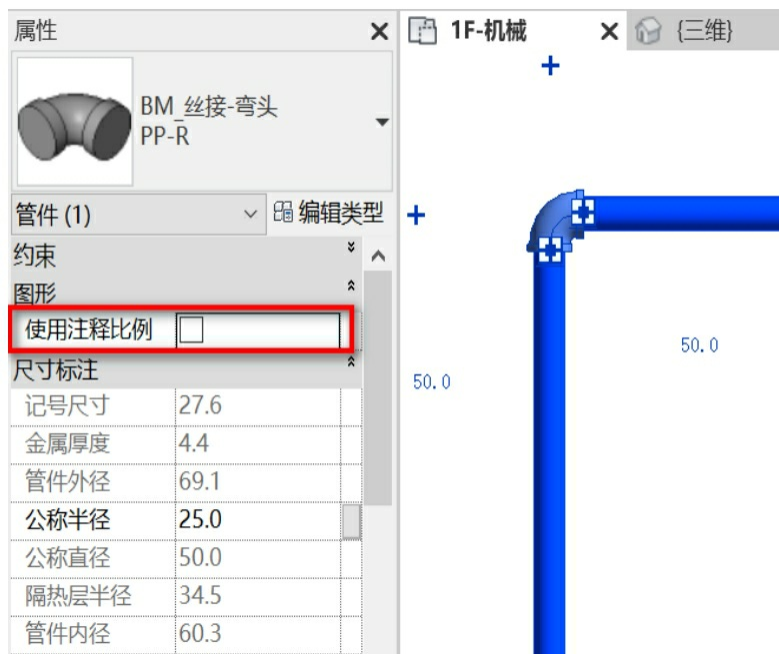

图3-119
(3) 解决方法是选中所绘的弯头，在图元属性中将“使用注释比例”取消勾选，如图3-119所示，即可完成上述效果。